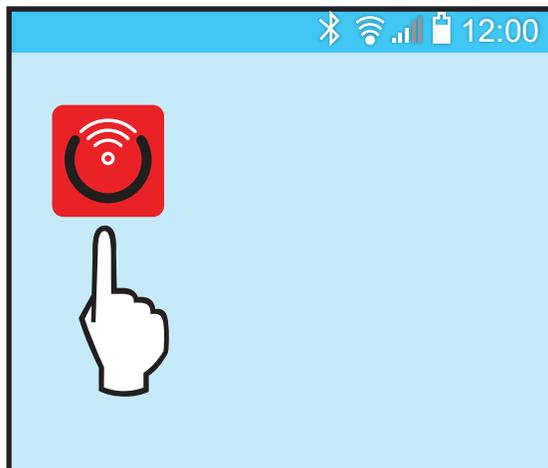

Figure 8. Localiser l'icône de l'appli mobile Raymote
Une fois l'enregistrement de l'utilisateur effectué, commencez à ajouter vos appareils via l'appli mobile Raymote, voir Figure 8.
2. Trouvez l'icône de l'appli mobile Raymote sur votre appareil, voir Figure 8.